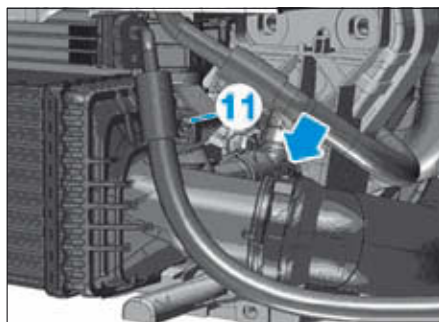

FIG. 50
- Déposer la vis de fixation (11) à gauche de l'échangeur (Fig.50).